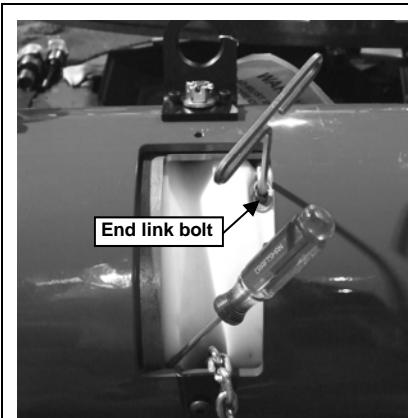

Figura 4.14
- Paso 8. Quite el tornillo del eslabón final y la arandela de la bobina y la cadena. (Ver Figura 4.14)
Paso 13. Vuelva a instalar el tornillo 1/4-20 del eslabón extremo y la arandela en la cadena y bobina, y ajuste hasta llegar al tope. (Ver Figura 4.14)